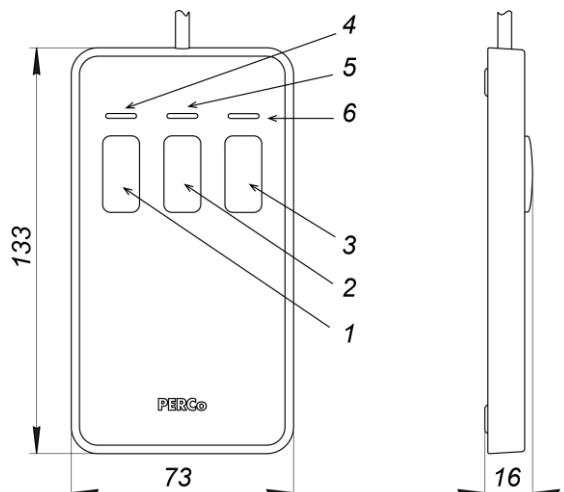
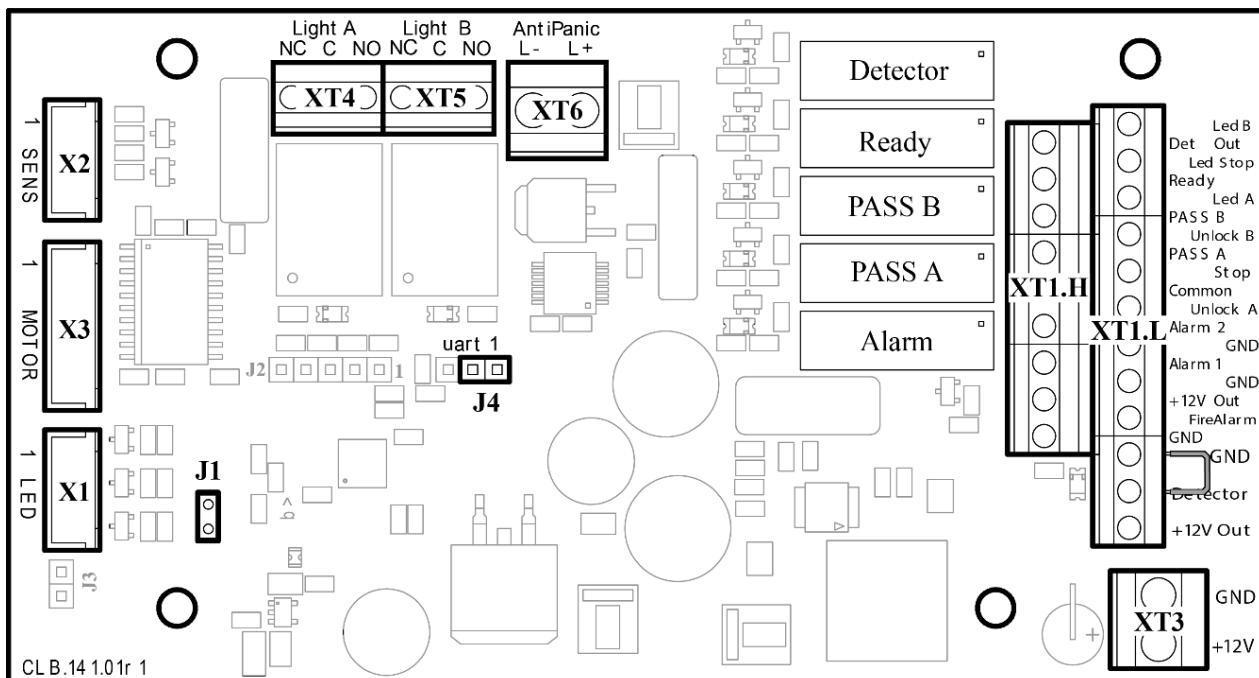

Рисунок 4. Общий вид и габаритные размеры ПДУ
Рисунок 5. Внешний вид платы управления
ПДУ (11) выполнен в виде небольшого настольного прибора в корпусе из ударопрочного АБС-пластика и предназначен для задания и индикации режимов работы при ручном управлении турникета. ПДУ подключается к плате управления гибким многожильным кабелем (12) через клеммную колодку **XT1.L** (см. рис. 5). Общий вид ПДУ показан на рис. 4.
Внутри стойки расположен кронштейн с установленной платой управления (см. рис. 5) и клеммами для подключения внешних устройств. К плате подключаются ПДУ, выходы СКУД, устройство РУ (при его использовании), устройство аварийного открытия прохода *Fire Alarm* (далее – *устройство Fire Alarm*). На клеммы подключения внешних устройств выведены линии подключения источника питания, линии управления механизмом картоприемника, линии сигналов считывателей. Подключение внешних устройств производится в соответствии со схемой электрических соединений турникета (см. рис. 14).
На плате управления (см. рис. 5) расположены:
Выбор режима управления осуществляется снятием / установкой перемычки на разъем *J1* платы управления. Расположение разъема *J1* показано на рис. 5. При поставке перемычка установлена, что соответствует импульсному режиму управления турникетом. Для перехода